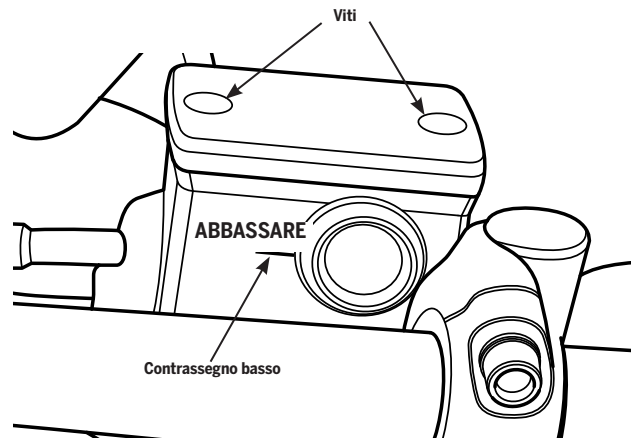

Figura 53: Controllo del livello del liquido dei freni
4. Controllare la spia e stabilire se il liquido si trova al di sotto del contrassegno "basso" (**Figura 53**). Se il liquido è sotto al contrassegno "basso", occorre aggiungere del liquido dei freni.